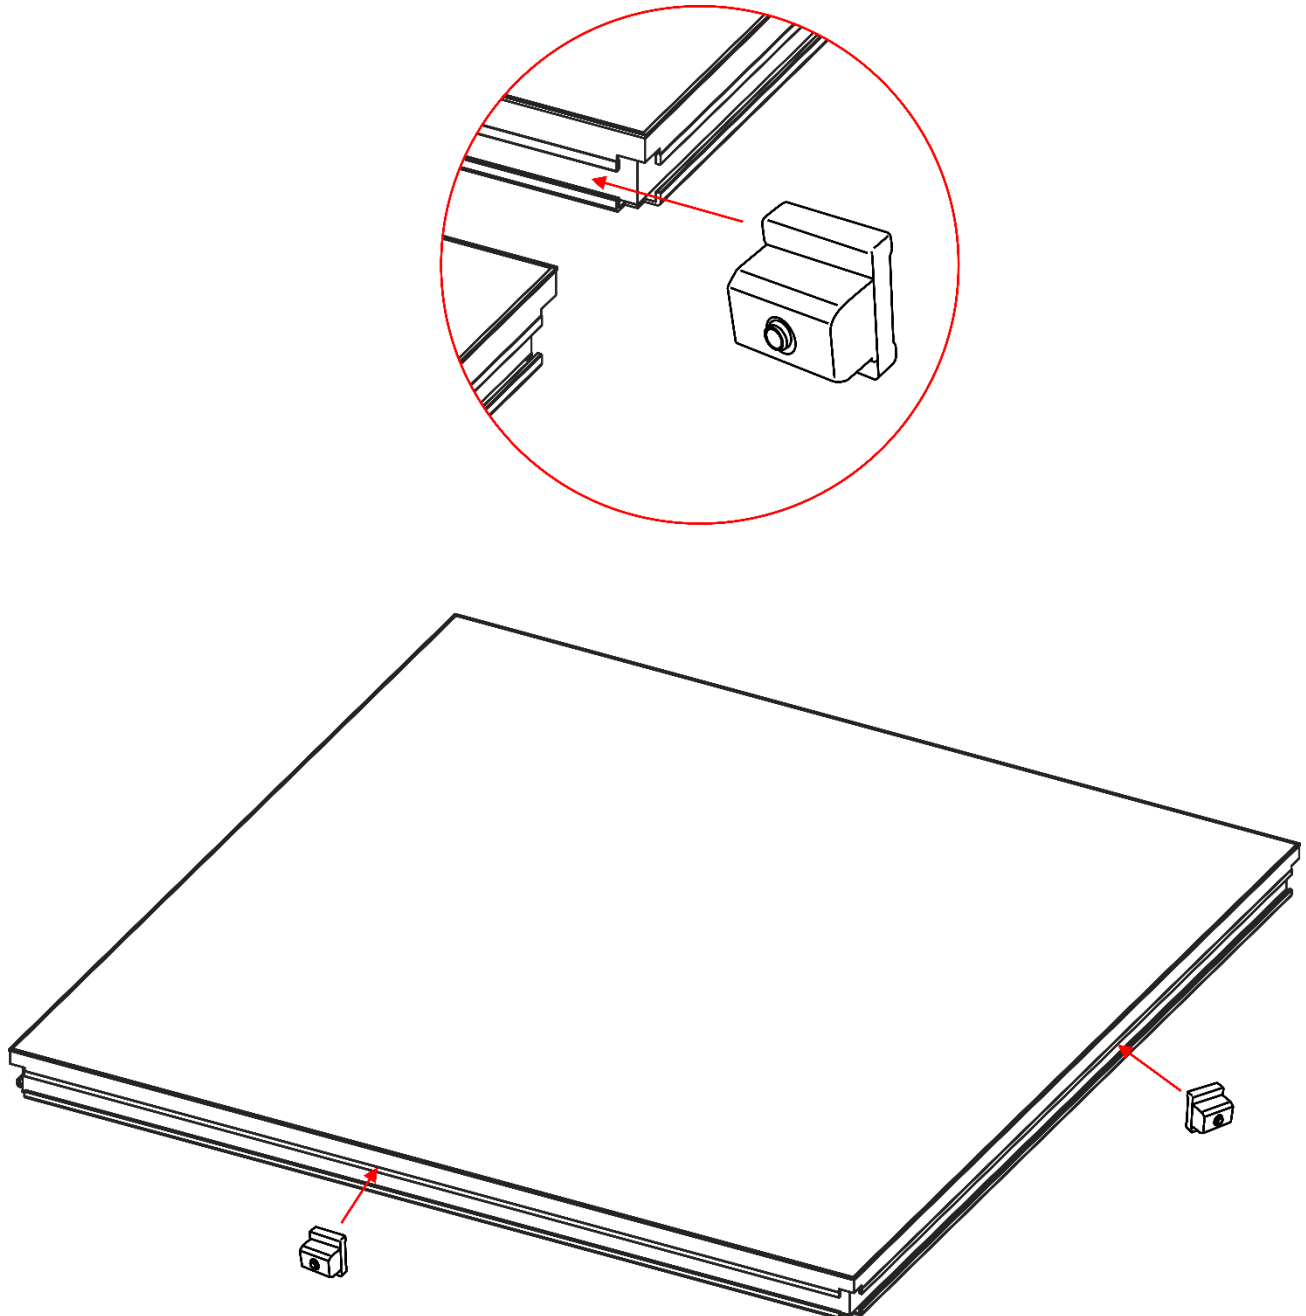

Abb. 04
- 02) Nivellieren Sie die Sets mit dem Spider Stage Self-leveling Insert. Schieben Sie ihn zwischen die beiden Module in die Mitte des Profils (siehe Abb. 04).